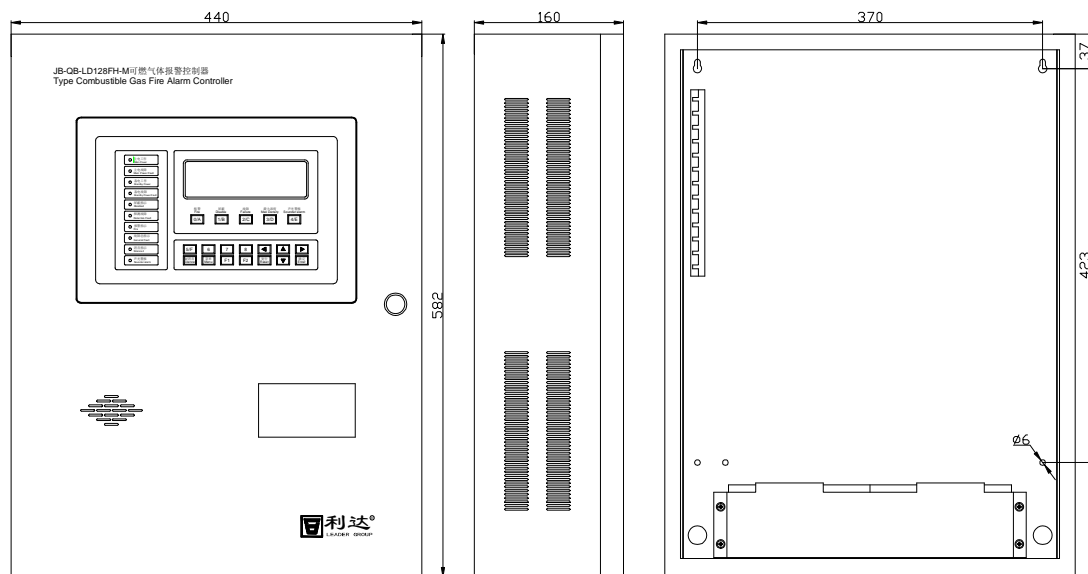

图 3-1
控制器外形及结构尺寸为 440mm×160mm×582mm，如图 3-1 所示：
安装尺寸如图 3-1
- ◇ 控制器应安装牢固，不应倾斜；安装在轻质墙上时，应采取加固措施。安装尺寸参见图 3-1